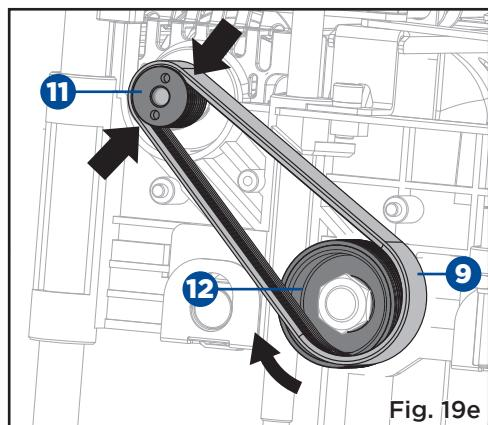

Fig. 19e
- Démarrez une nouvelle courroie de distribution (9) sur la poulie supérieure (11) avec les rainures sur la poulie supérieure, comme le montre la fig. 19e.
- Guidez la courroie vers la poulie inférieure (12); avec les rainures engagées sur la poulie inférieure, faites tourner la poulie inférieure dans le sens horaire. Maintenez la pression sur le bord de la courroie pour garder les rainures engagées sur la poulie supérieure.